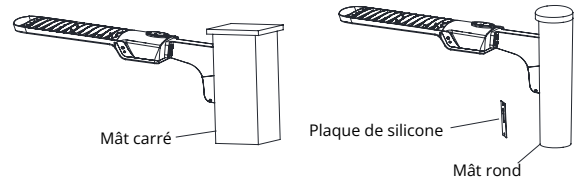

Figure 4
- 6 Fermer la plaque d'accès. (Figure 4)